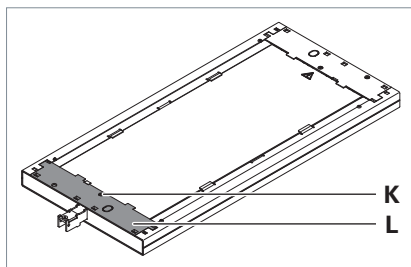

Fig. 5: Retirer le recouvrement.
- ▶ Retirez la vis **K** du recouvrement **L**, voir Fig. 5.